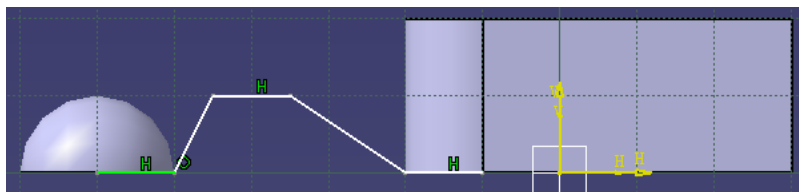

图 8-27
(4) 点击 , 选择半球后, 点击 OK 键;
(5) 菜单中选择 Generative Sheetmetal Design, 用 Part3 的 yz plane → Sketcher → Profile 画如图 8-27 后, 点击 ;